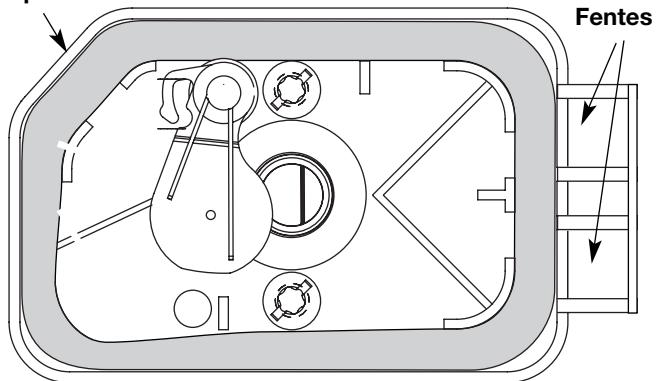

Fig. 32
- Replacez le filtre (Fig. 32).